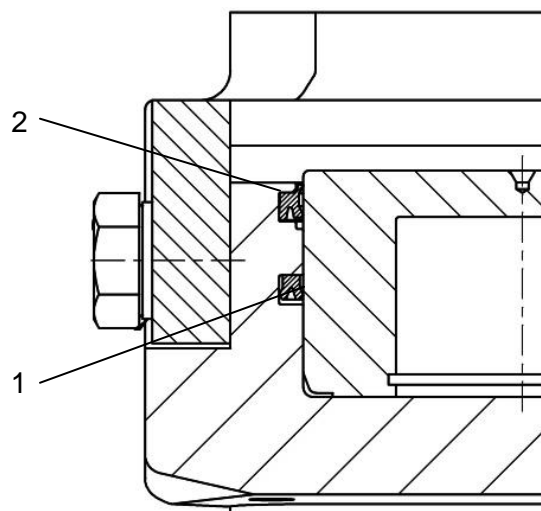

Bild 6.1
- Demontieren Sie die Bremsattelhälften vom Anbauflansch. Drücken Sie mit Luftdruck, angeschlossen am Druckölanschluss, die Bremskolben (4) vorsichtig aus dem Bremsattelgehäuse (5).
- Nehmen Sie die alte Dichtung (1) und den alten Doppelabstreifer (2) heraus und setzen Sie die neue Dichtung und den neuen Doppelabstreifer in das Bremsattelgehäuse (5) ein. Achten Sie hier auf die richtige Einbaulage der Dichtung (siehe Bild 6.1). Der Einbau sollte nur mit der Hand erfolgen, damit die Dichtkante nicht beschädigt wird. Für den leichteren Einbau können Dichtung und Doppelabstreifer in eine Nierenform gebogen und in die Nut gelegt werden. Ölen Sie die Dichtung leicht ein und drücken Sie die gereinigten Bremskolben (4) vorsichtig in das Bremsattelgehäuse (5).